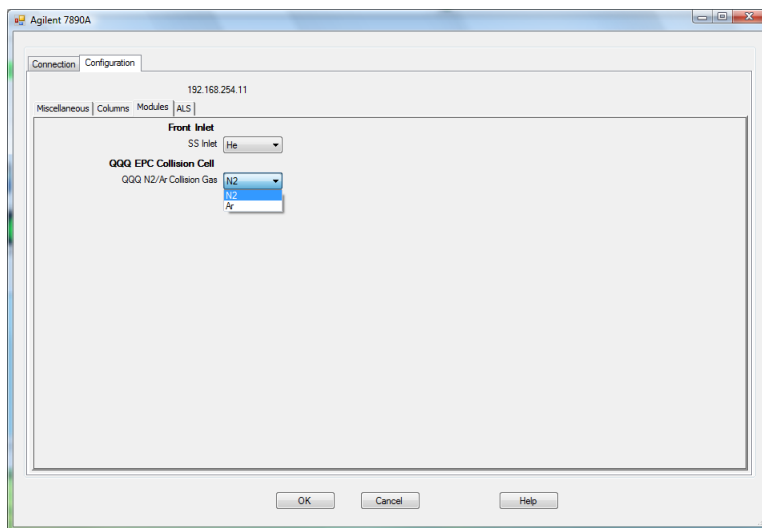

图 11 配置碰撞池气体
- 3 选择**模块**选项卡, 以显示屏幕。请参见图 11。